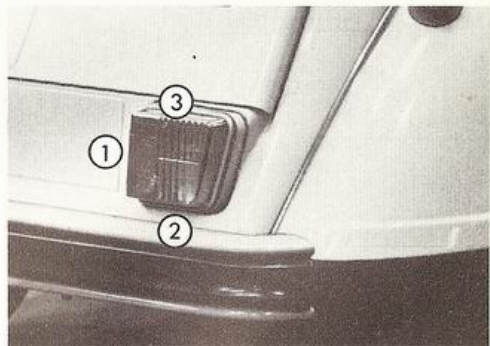

Fig. 45 - Luci di posizione posteriori
• *Luci posteriori* (Fig. 45)
• *Posteriori* (Fig. 45 - Rif. 2):
Vedere "luci di posizione posteriori". (Fig. 45 - Rif. 3)